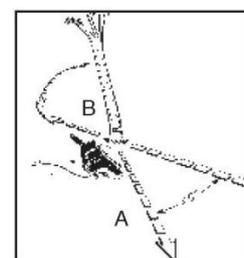

FIG. 2A
**ATTENZIONE: man mano che ci si avvicina al fulcro, l'albero potrebbe iniziare a cadere. Quando inizia a cadere, indietreggiare facendo attenzione alle radici e lasciare l'area seguendo la via di fuga (Fig. 2A).**